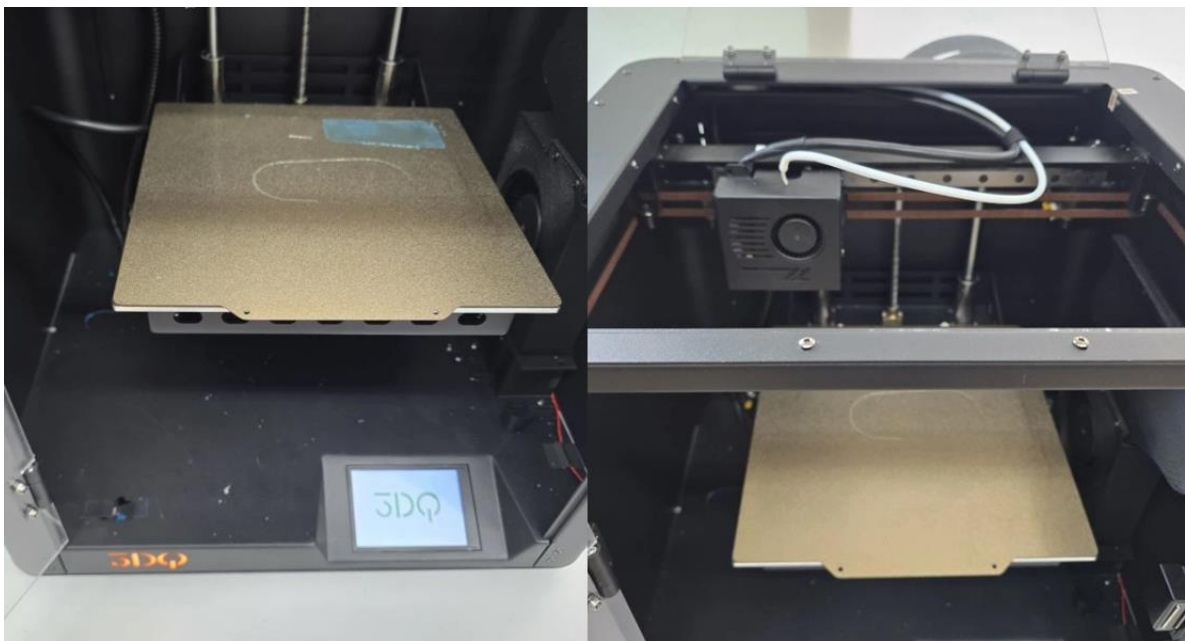

Рис. 29. Подготовка стола принтера к печати
- при необходимости нанесите адгезив (клей-карандаш, лак для волос или специальный спрей) (Рис. 29);